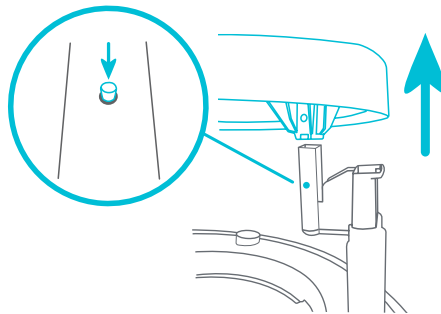

Fig. 11b
- **TAPA SUPERIOR:** Para retirarla, presione las 3 chavetas ubicadas en cada pata de la mesa (Fig. 11b). Repite el proceso con las otras patas de la mesa.